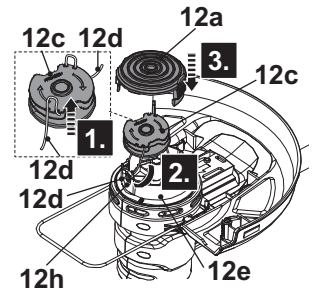

Fig. 26
6. Suelte el hilo de corte (12d) de las hendiduras y manténgalo en su posición. Evite que el hilo de corte (12d) se desprenda del carrete de corte (12c) (Fig. 26, paso 1).
7. Pase el hilo de corte que termina por el orificio (12h) en la carcasa (12e) (Fig. 26, paso 2).
9. Introduzca el carrete de corte (12c) en la carcasa (12e) (Fig. 26, paso 3). Gire el carrete hasta que se bloquee en su lugar.